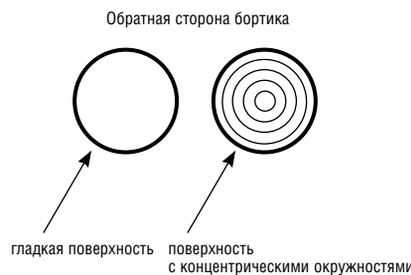

Рис. 3
- Обратная сторона бортика (рис. 3) либо совсем гладкая, либо имеет один или несколько концентрических кругов — следы от станка после штамповки.